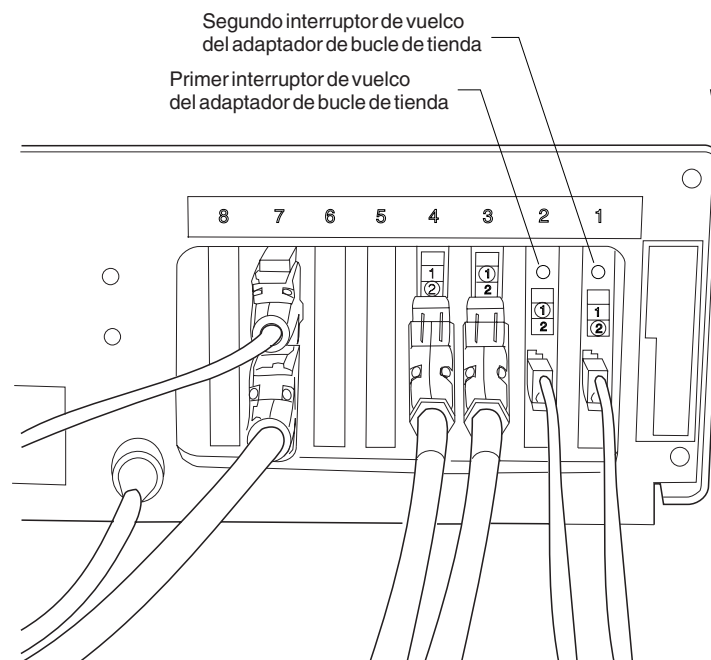

Figura 1. Ubicación del interruptor de vuelco del controlador de tienda
- Pulse cualquiera de los interruptores de vuelco mostrados en la Figura 1 en la página 384. Ambos tienen el mismo efecto.
Nota: la Figura 1 en la página 384 muestra los adaptadores de bucle de tienda que se han instalado en el IBM Personal System/2 (PS/2®). Los adaptadores de bucle de tienda pueden instalarse en cualquier ranura de expansión del controlador de tienda. En esta figura aparecen instalados en las ranuras 1 y 2.